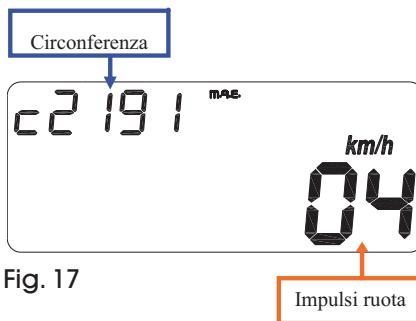

Fig. 17
- IV^ pagina (ad ogni accensione dello strumento): Visualizzazione dei parametri impostati (fig. 17).
- 4th page (every time the instrument is switched on): Display of set parameters (fig. 17).
- Visualizzazione delle schermate come fig. 17 per circa 3 sec.
- Display of screens as in fig. 17 for approx. 3 sec.